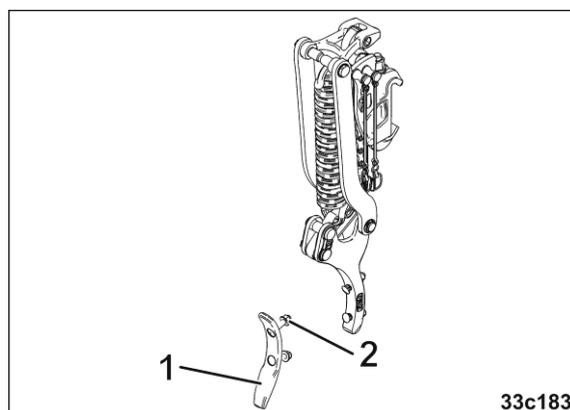

图 166
1. 松脱螺母 (图 166/2)。
2. 更换轮迹松土器的犁刀刀尖 (图 166/1)。
3. 拧紧螺母 (图 166/1)